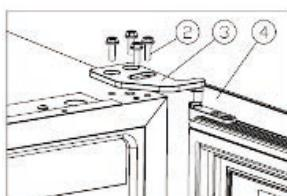

Figure 1
- Dévissez les vis M5*16②, démontez la charnière supérieure droite ③ et retirez la porte [Figure 1].